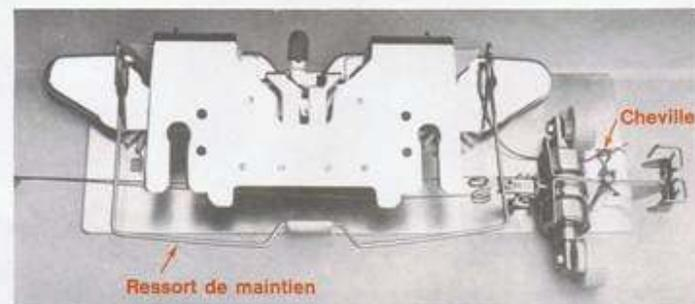

Fig. 5
- 8) Sortir les accessoires du couvercle de la machine. Pour cela, ôter la cheville de maintien du pêcheur. Libérer le ressort et sortir l'abaisscur de tricot. Retirer ensuite la tête du pêcheur (fig. 5).